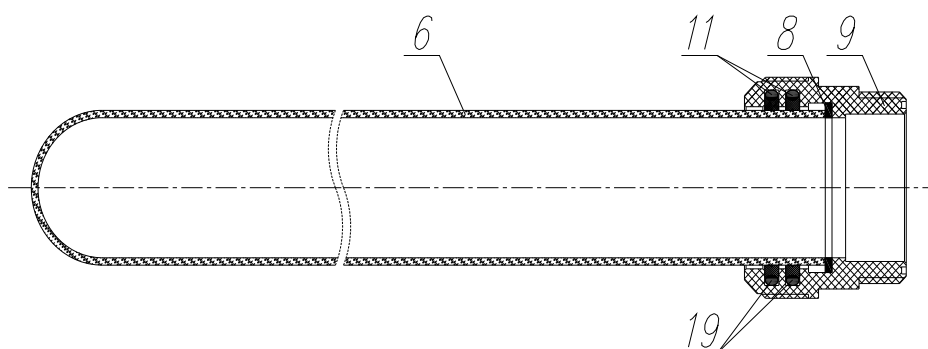
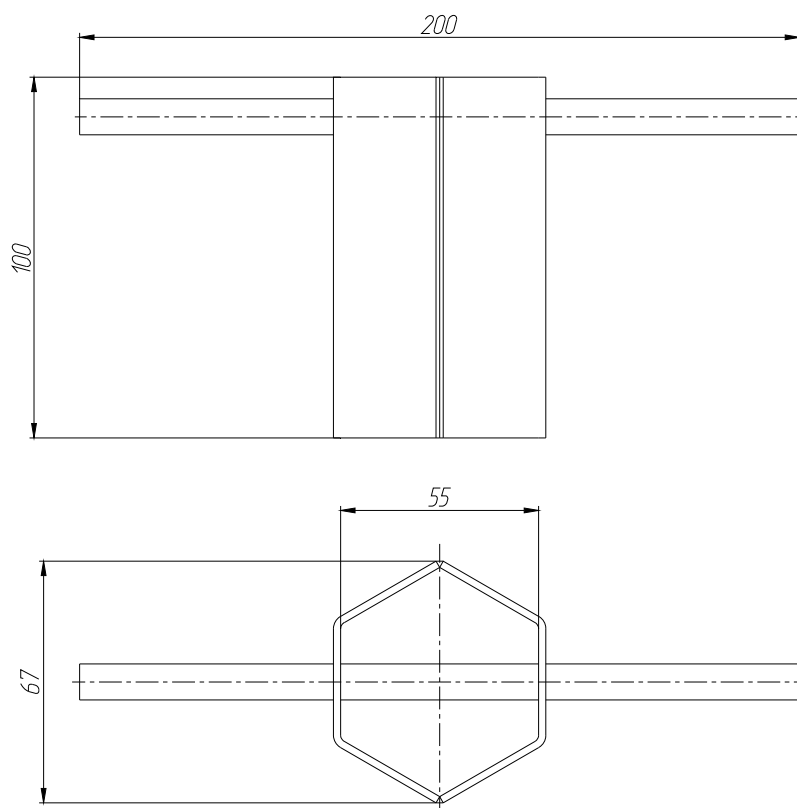

Рисунок 15. Чехол с корпусом ЛИТ НР.284.00.000-01 (нумерация аналогична рисунку 14)
Рисунок 16. Ключ S55 для затяжки лампового уплотнения
Кварцевый чехол 6 поставляется только в сборе вместе с корпусом 9, манжетой 11 с кольцами 19 и прокладкой 8 (см. Рисунок 15). Кварцевый чехол с корпусом в сборе вкручивается в патрубок корпуса камеры обеззараживания 15 и поджимает кольцо 12.
4. Отвинтить кварцевый чехол с корпусом в сборе (см. Рисунок 15) торцевым ключом S 55 (см. Рисунок 16) и аккуратно извлечь кварцевый чехол с корпусом в сборе из корпуса камеры обеззараживания. Кольцо 12 останется в патрубке корпуса камеры.